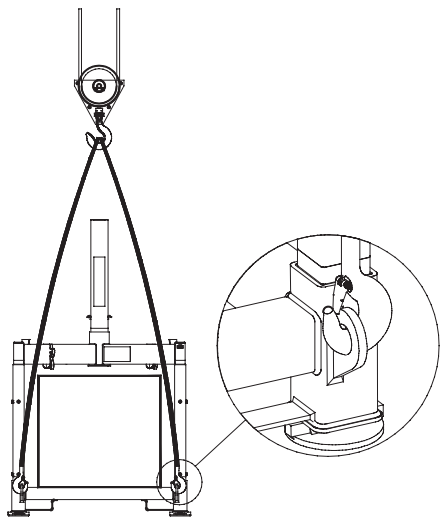

Figura 34. Elevación de toda la unidad para el transporte (grúa).
4. El sistema se debe levantar sin el SkyReach insertado, según la Figura 34. Utilice 4 eslingas o cadenas con una capacidad de carga mínima de 2000 kg cada una. Todas las eslingas o cadenas deben tener la misma longitud para evitar inclinar la unidad al levantarla. Cada eslinga o cadena debe estar conectada a una argolla de elevación como se muestra en la Figura 34.